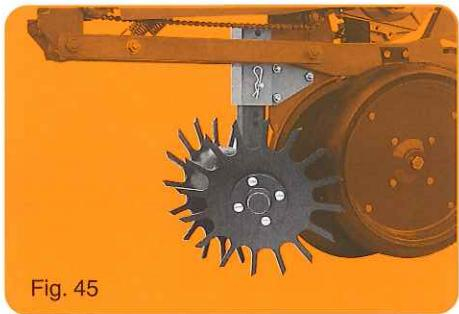

Fig. 45
- Chasse débris rotatif (fig. 45).
- Überrestenräumer NG Plus (fig. 45)
- Trash wheel (fig. 45).